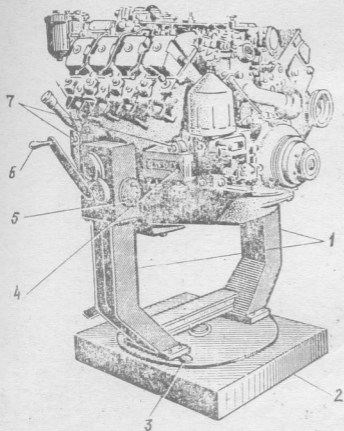

Рис. 6. Установка двигателя на поворотном стенде:
12. Установить на двигатель кронштейны крепления стэнда, закрепить их, снять двигатель с подставки под двигатель, установить на стэнд для разборки-сборки (Рис. 6) и закрепить двигатель на стэнде. (Кран-балка, подвеска, стэнд для разборки-сборки двигателя, головка сменная 13 мм, ключ с присоединительным квадратом).